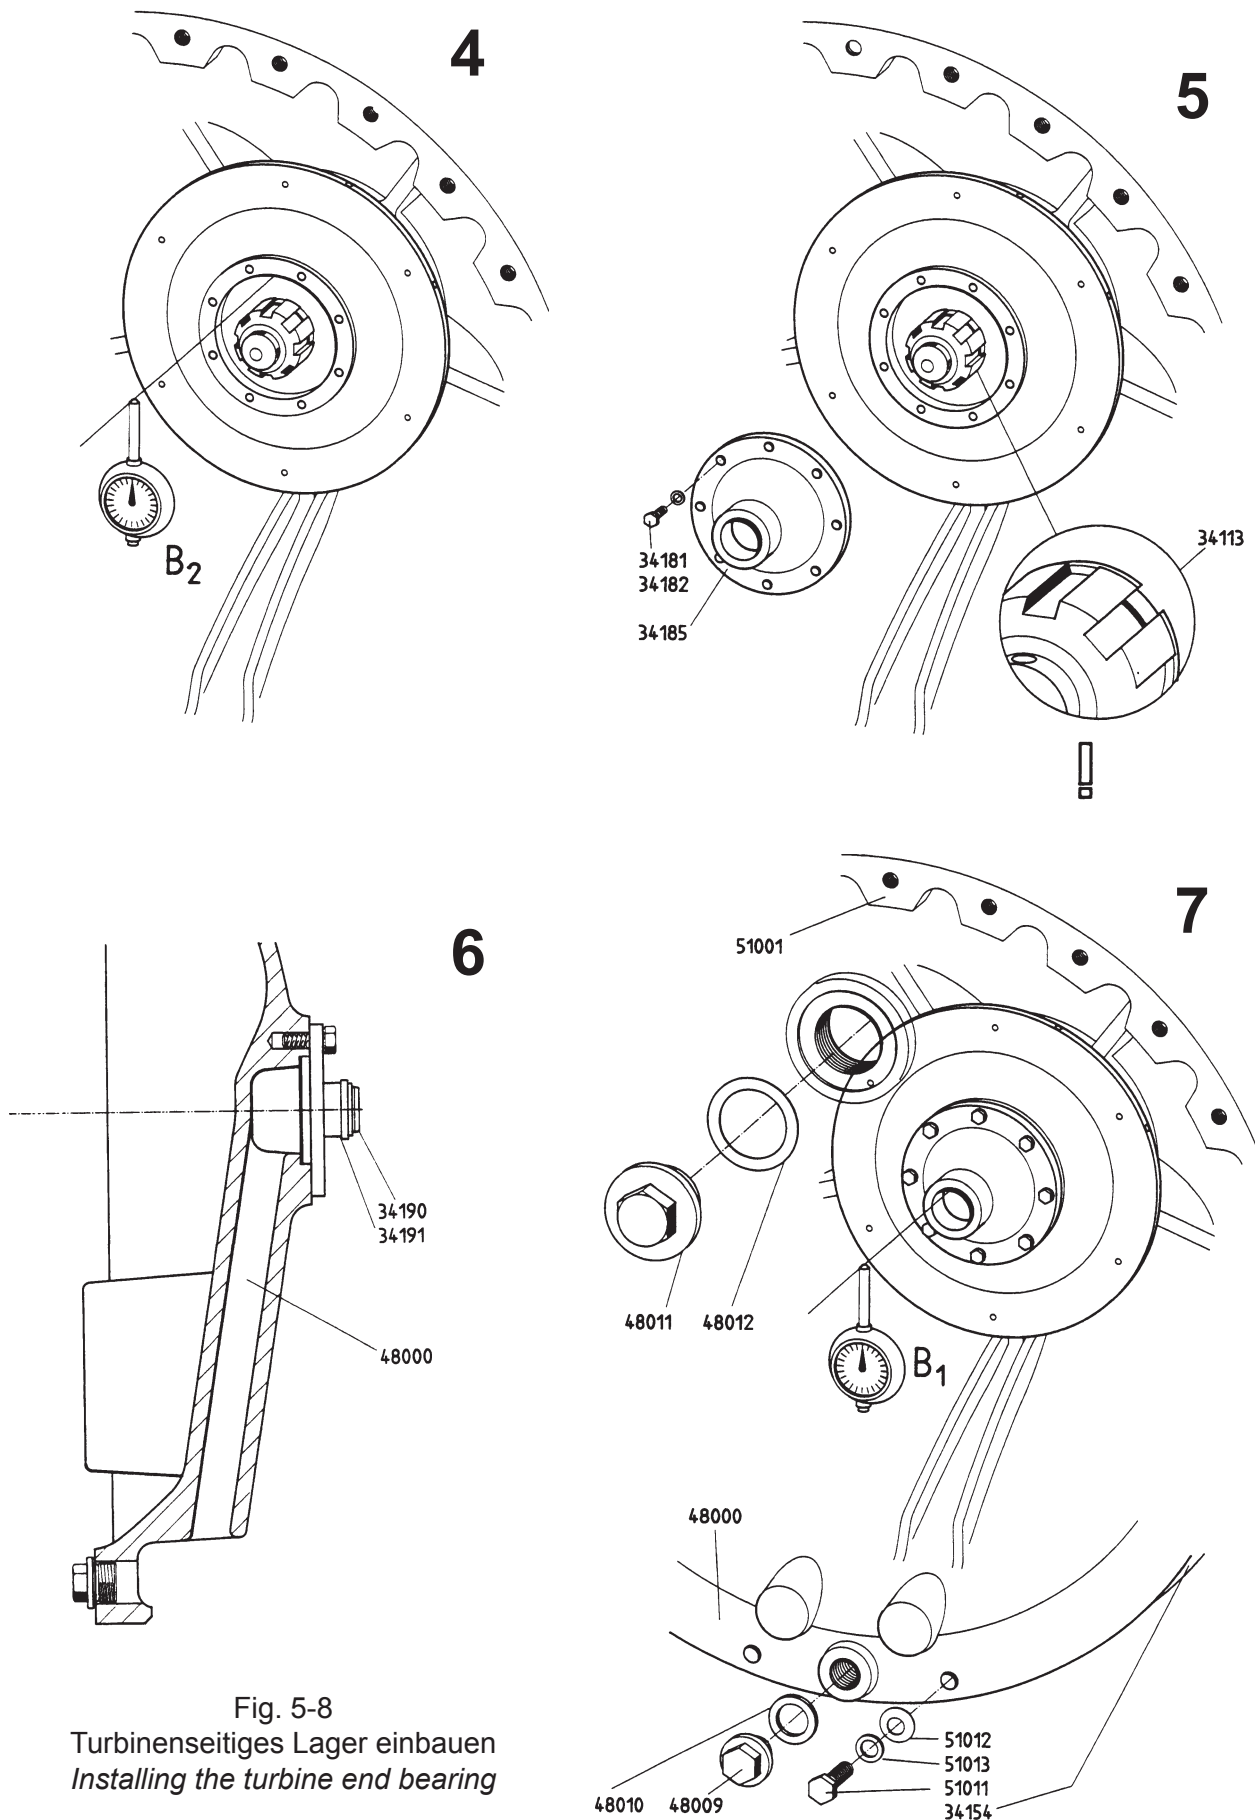

Fig. 5-8
Vorsicht ! Rundlauf B2 am Schmierrad kontrollieren; max. Toleranz s. Tabelle unten. (siehe Fig. 5-8/4)
- Nippel (34185) mit Zyl.-Schrauben (34181) und Federring (34182) montieren (s. Fig. 5-8/5).
- Kolbenring (34191) und Düse (34190) auf Beschädigung prüfen und bei Bedarf ersetzen (s. Fig. 5-8/6).
- Verschlusschraube (48009) mit Dichtung (48010) eindrehen und festziehen (s. Fig. 5-8/7).